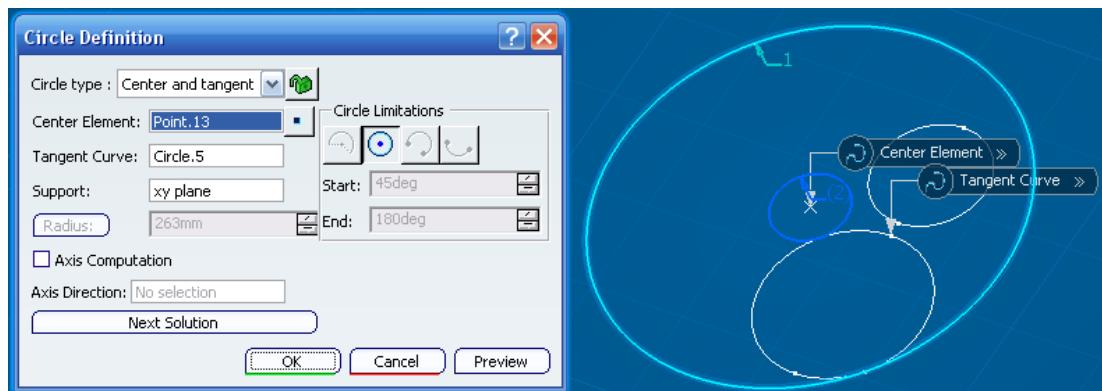

Ilustración 371: Creación de un círculo por centro y tangencia.
**Center and tangent (Centro y tangencia):** en esta caso, se selecciona un elemento que actuará como centro del círculo a crear, y una curva a la que será tangente. También habrá que seleccionar un plano o superficie que sea el soporte de la curva a generar. Sólo se permitirá generar un círculo completo. Todo esto se muestra en la Ilustración 371.